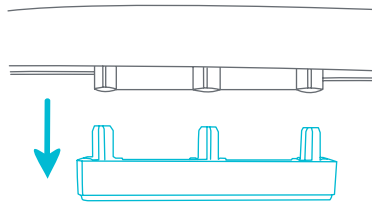

Fig. 12a
- **REMOCIÓN:** Para quitar, saque el tapón (Fig. 12a).